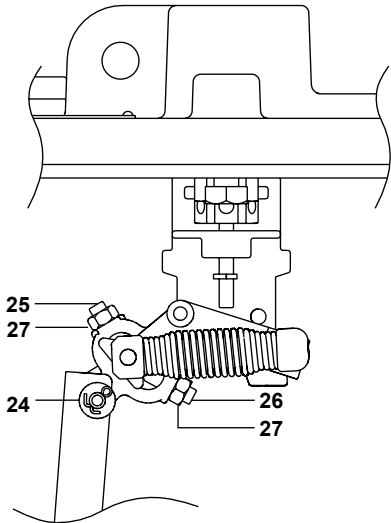

Fig. 8
2. Inspeccione visualmente el mecanismo para verificar que no tenga incrustaciones o esté sucio y que se mueve libremente. **Nota: Los espárragos y tuercas de tope de carrera (Fig. 8 ítems 25, 26) son ajustados en fábrica y no deben alterarse durante operaciones de mantenimiento posteriores.**
- a. Quite el eje (ítem 24, Fig. 8) del extremo del mecanismo de la barra de conexión y gire la boya y las palancas hacia el lado opuesto del soporte.